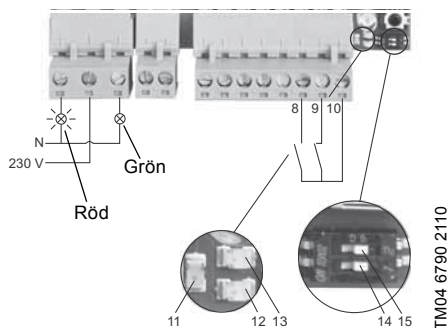

Fig. 10 Detektering av bräddning
Se fig. 10.
Den gröna indikeringslampan för normal drift är släckt. Indikeringslampa 1 (pos. 11) blinkar. Antalet blinkningar anger det aktuella larmet. Se avsnitt 7.1.1 *Systemlarm och -varningar* och fig. 10.